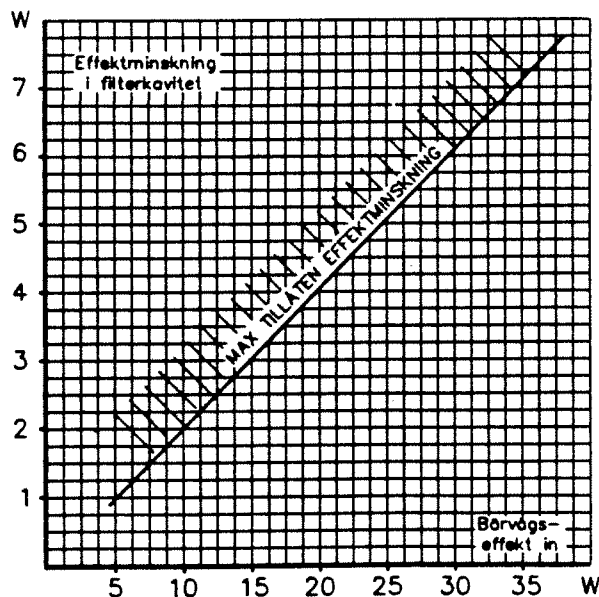

Bild 66. Effektminskning VHF-multikopplare
- Subtrahera effekten från det tidigare avlästa effektvärdet och kontrollera enligt bild 66 att effektminskningen med avseende på uteffekten innehålls.
- Om effektminskningen överstiger kravet enligt bild 66 kontrollera filterkaviteten enligt nedan.
- Kontrollera filterenhetens effektminskning enligt avsnitt 11.3.3 genom att mäta effekten på filterens in- och utgång. Effektminskningen med avseende på den till filtret inmatade effekten ska innehålla kravet enligt bild 66.